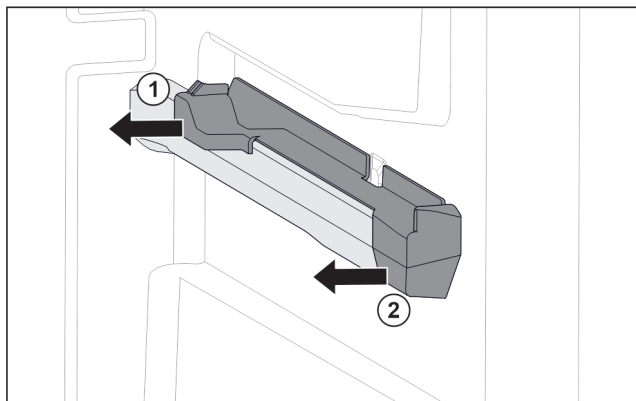

Fig. 47 Násuvný diel na pravom rebre nádoby
- ▶ Stiahnite násuvný diel vzadu do strany. Fig. 47 (1)
- ▶ Stiahnite násuvný diel vpredu do strany. Fig. 47 (2)